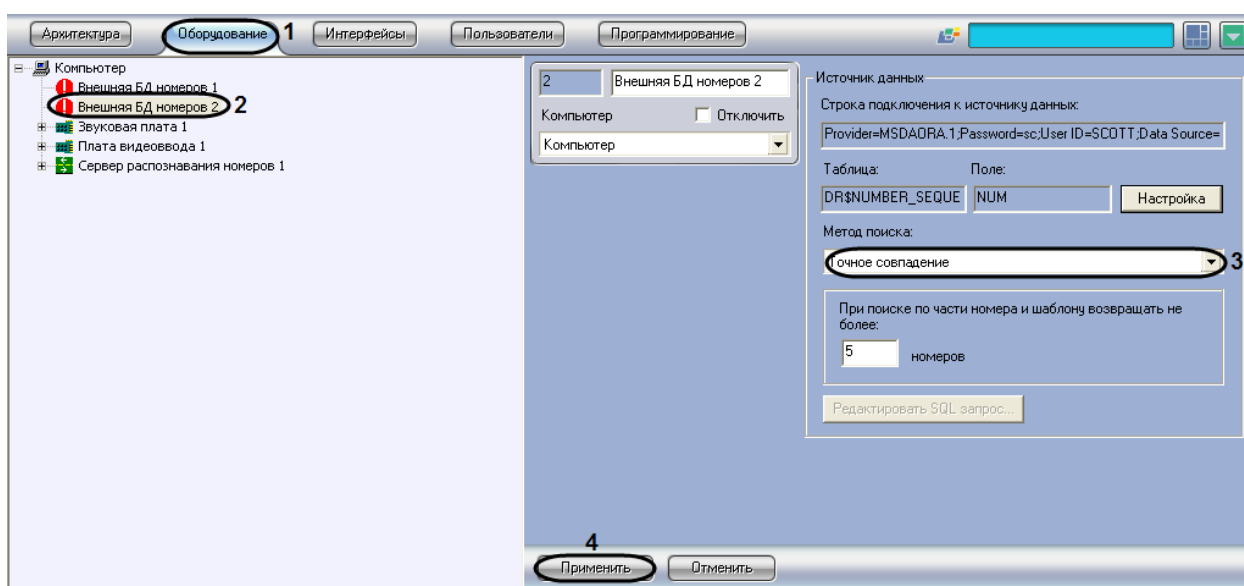

Рис. 7.5—10. Выбор метода поиска во внешней базе данных
1. Перейти на вкладку «Оборудование» диалогового окна «Настройка системы» (Рис. 7.5—10, 1).
2. Выбрать в дереве объект «Внешняя БД номеров» (Рис. 7.5—10, 2).
3. Из списка «Метод поиска» (см. Рис. 7.5—10, 3) выбрать требуемый метод поиска номеров во внешней базе данных (см. Таб. 7.5-1).
4. Нажать кнопку «Применить» (см. Рис. 7.5—10, 4).